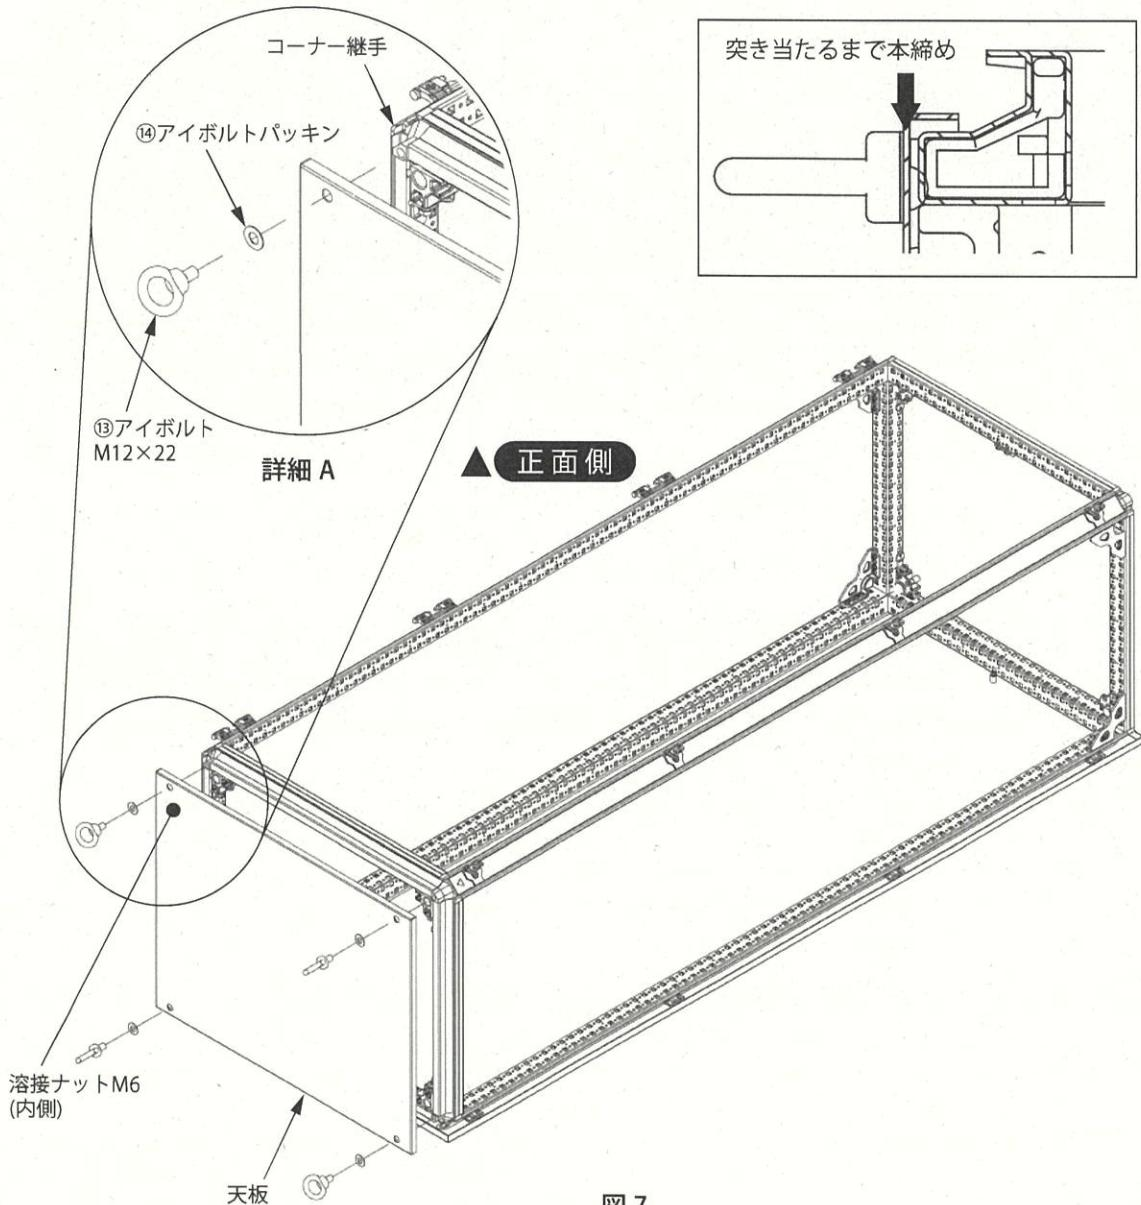

図7
(1) キャビネットを寝かせたまま、天板を取付けます。(図7 詳細A) この際、天板の内側にある溶接ナットM6が正面の蝶番側になるように取り付けてください。
(2) 全てのアイボルトが仮止めできることを確認してから、コーナー継手に突き当たるまで本締めしてください。